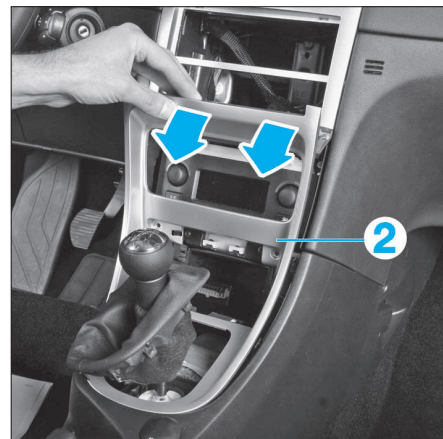

FIG. 23
• Dégrafer la façade inférieure (2) et glisser le soufflet à travers elle pour la déposer (Fig.23).